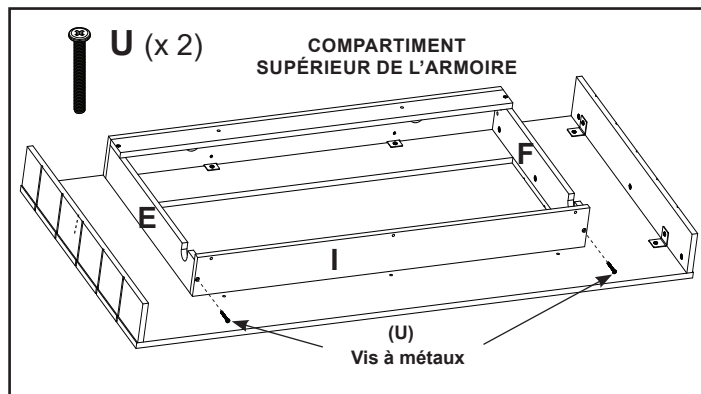

Figure 25
- Fixez la pièce « I » aux pièces « E » et « F » à l'aide de deux (02) vis à métaux M6 X 50 (U). Voir la figure 25.